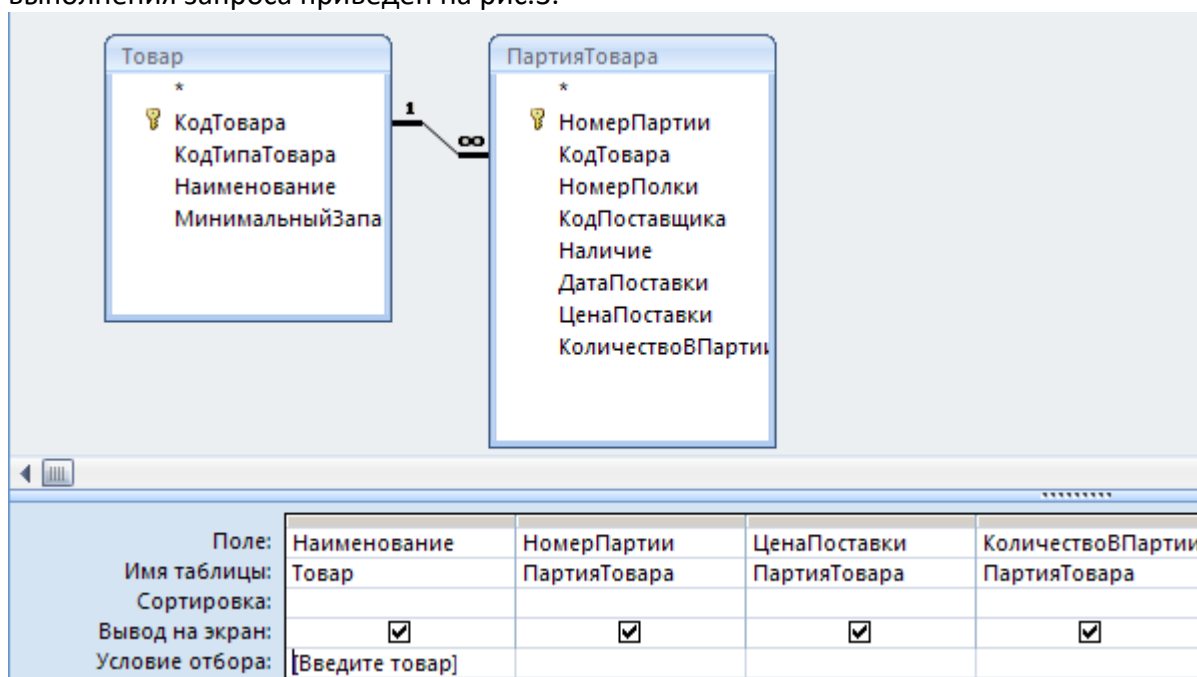

Рис.1. Формирование запроса с параметрами
1. Создайте обычный запрос на выборку для таблицы ПАРТИЯ_ТОВАРА (рис.1).
2. В условии отбора для поля НАИМЕНОВАНИЕ вместо конкретного наименования товара введите скобки [], в которых поместите текст, поясняющий: значение какого параметра пользователь должен ввести (рис.1).